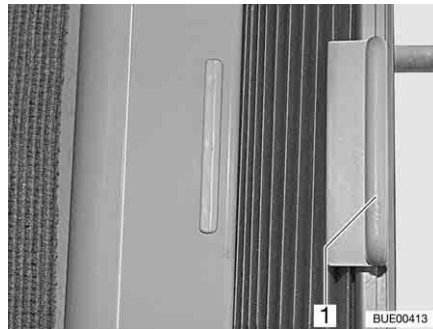

Fig. 38 Estore opaco plissado
- Segure o estore opaco plissado pelo manípulo (Fig. 38,1) e mova-o para a esquerda ou para a direita.